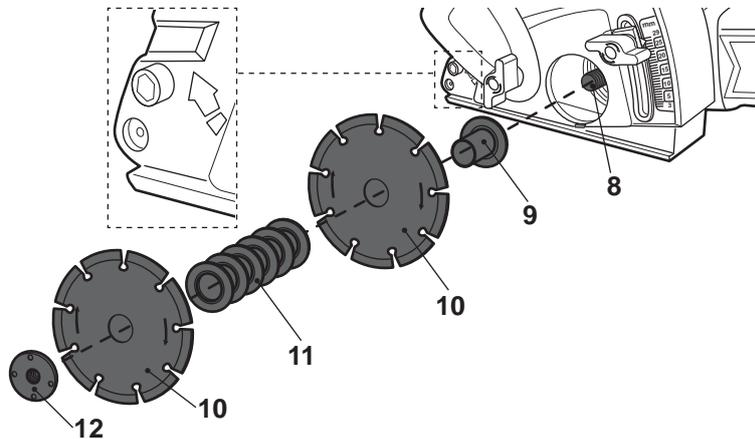

Fig. 4
- > Placez les lames de scie [10] et les entretoises [11] sur la contre-bride [9] en fonction de vos besoins. Assurez-vous que le sens de rotation indiqué sur les lames de scie [10] est le même que celui indiqué sur le carter (Fig. 4).